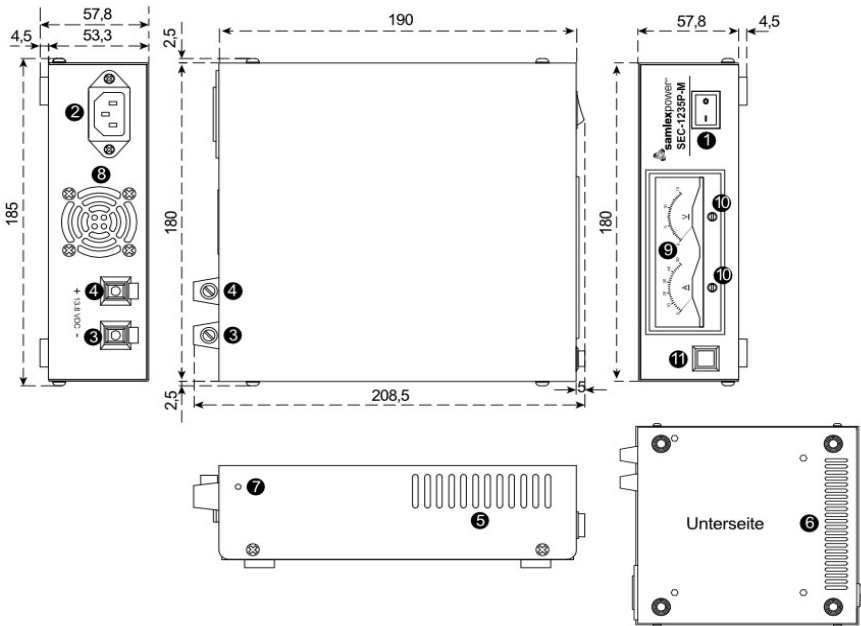

Abbildung 2.1 Layout & Abmessungen - SEC-1235P-M
LEGENDE für Abb. 2.1
1. Die obere Abdeckung passt nur richtig, wenn die 2 gestanzten Laschen (7, Abb. 2.1) in Richtung der DC-Ausgangsklemmen 3 und 4 ausgerichtet sind.
Die DC-Ausgangsanschlüsse (3 und 4, Abb. 2.1) haben eine rohrförmige Öffnung mit einem Durchmesser von 5 mm und einer Stellschraube. Für eine feste Verbindung crimpen/löten Sie einen Pin-Typ Kupferterminal an die Kabelenden Ihres 12V DC Geräts (2 Pin-Typ Klemmen wurden mit dem Gerät geliefert).
Stellen Sie sicher, dass der EIN/AUS-Schalter der Stromversorgung (1, Abb. 2.1) auf AUS steht und die Stromversorgung vom AC-Netzanschluss getrennt ist. Schalten Sie Ihr 12V DC-Gerät aus und verbinden Sie den positiven und negativen Anschluss mit den roten (positiven) und schwarzen (negativen) Klemmen (3 und 4, Abb. 2.1). Stellen Sie sicher, dass die Verbindungen sicher und fest sind. Stecken Sie die Stromversorgung in die AC-Steckdose. Drücken Sie den EIN/AUS-Schalter der Stromversorgung auf EIN und beobachten Sie, dass die Neonanzeige im Schalter leuchtet. Wenn die Anzeige nicht leuchtet, überprüfen Sie die Verbindung, die AC-Steckdose und die Sicherung im Inneren der Stromversorgung.
SEC-1235P-M verfügt über ein Voltmeter und ein Amperemeter (9, Abb. 2.1). Falls erforderlich, verwenden Sie die Einstellschrauben (10, Abb. 2.1), um die Nadeln auf Null zu stellen (tun Sie dies, während das Gerät ausgeschaltet ist). Falls gewünscht, kann die Hintergrundbeleuchtung des Messgeräts mit der EIN/AUS-Drucktaste für die Hintergrundbeleuchtung (11, Abb. 2.1) eingeschaltet werden.
SEC-1235P-M wird durch Konvektion und durch gezielte Luftkühlung mit einem temperaturgesteuerten Lüfter gekühlt. Der Lüfter saugt kühle Luft aus den Lufteinlassschlitzen an, die sich an den Vorderseiten der oberen Abdeckung (5, Abb. 2.1) und an der Vorderseite des unteren Gehäuses (6, Abb. 2.1) befinden. Die Luft wird durch die hinteren Belüftungsöffnungen im unteren Gehäuse hinter dem Lüfter (8, Abb. 2.1) abgegeben.
Beim SEC-1235P-M saugt der Lüfter kühle Luft aus den Lufteinlassschlitzen an, die sich an den Vorderseiten der oberen Abdeckung (5, Abb. 2.1) und an der Vorderseite des unteren Gehäuses (6, Abb. 2.1) befinden. Die Luft wird durch die hinteren Belüftungsöffnungen im unteren Gehäuse hinter dem Lüfter (8, Abb. 2.1) abgegeben. Für einen ordnungsgemäßen Luftstrom von vorne nach hinten ist es notwendig, dass die obere Abdeckung mit den seitlichen Belüftungsschlitzen (5, Abb. 2.1) nach vorne ausgerichtet ist. Um dies sicherzustellen, sind 2 gestanzte Laschen (7, Abb. 2.1) in der oberen Abdeckung vorhanden, die in die entsprechenden Schlitze an der Rückseite des unteren Gehäuses gleiten. Die obere Abdeckung passt nicht richtig, wenn die Belüftungsschlitze zur Rückseite zeigen, da die Laschen mit dem oberen Rand der Vorderseite des unteren Gehäuses in Konflikt geraten (es gibt keine entsprechenden Schlitze auf der Vorderseite des unteren Gehäuses).
Das Gerät wurde aufgrund von Überhitzung abgeschaltet – Die Temperatur des primären Kühlkörpers beträgt $\geq 105^{\circ}\text{C} \pm 5^{\circ}\text{C}$.	(i) Überprüfen Sie, ob der Ventilator läuft. Falls nicht, könnte der Ventilator/ die Ventilatorsteuerung beschädigt sein. Bitte rufen Sie den technischen Support an. (ii) Überprüfen Sie, ob die Luftansaugöffnungen des Ventilators an den Seiten (5, Abb. 2.1) und am Boden (6, Abb. 2.1) sowie die Luftauslassöffnungen des Ventilators (8, Abb. 2.1) nicht blockiert sind. (iii) Das Gerät wird automatisch zurückgesetzt, wenn der primäre Kühlkörper auf $75^{\circ}\text{C} \pm 5^{\circ}\text{C}$ oder darunter abkühlt. (iv) Überprüfen Sie, ob die Belüftungsöffnungen an der oberen Abdeckung (5, Abb. 2.1) und im unteren Gehäuse (6, Abb. 2.1) nicht blockiert sind. (v) Überprüfen Sie, ob die Umgebungstemperatur den Spezifikationen in Abschnitt 6 entspricht. (vi) Das Gerät wird automatisch zurückgesetzt, wenn der primäre Kühlkörper abkühlt.